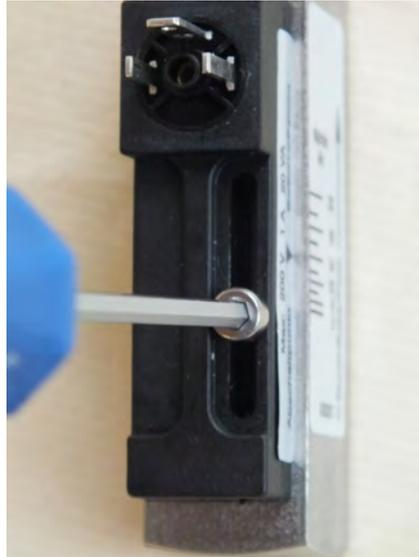

Abb. 31: Feststellschraube lösen
1. Die Feststellschraube des Schaltkontaktes (Abb. 31) mit einem Sechskant-Schraubendreher lösen.
3. Feststellschraube des Schaltkontaktes (Abb. 31) mit einem Sechskant-Schraubendreher wieder anziehen. Dabei Schrauben-Anziedrehmoment beachten.